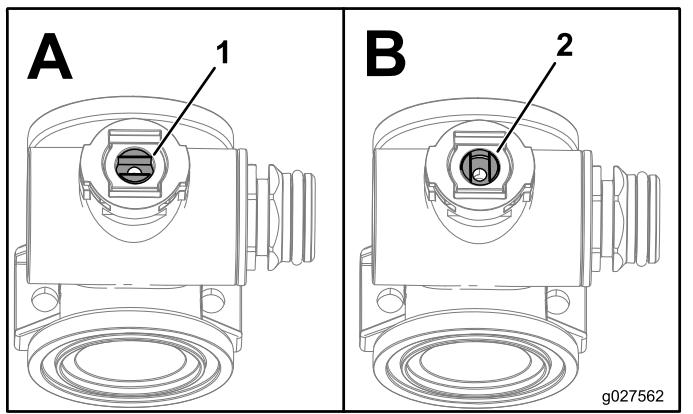

图139
1. 将阀杆放置到一个封闭的位置 图139。
3. 旋转阀杆使球阀处于打开位置 图 139。
7. 转动阀杆总成关闭阀门 图 139。